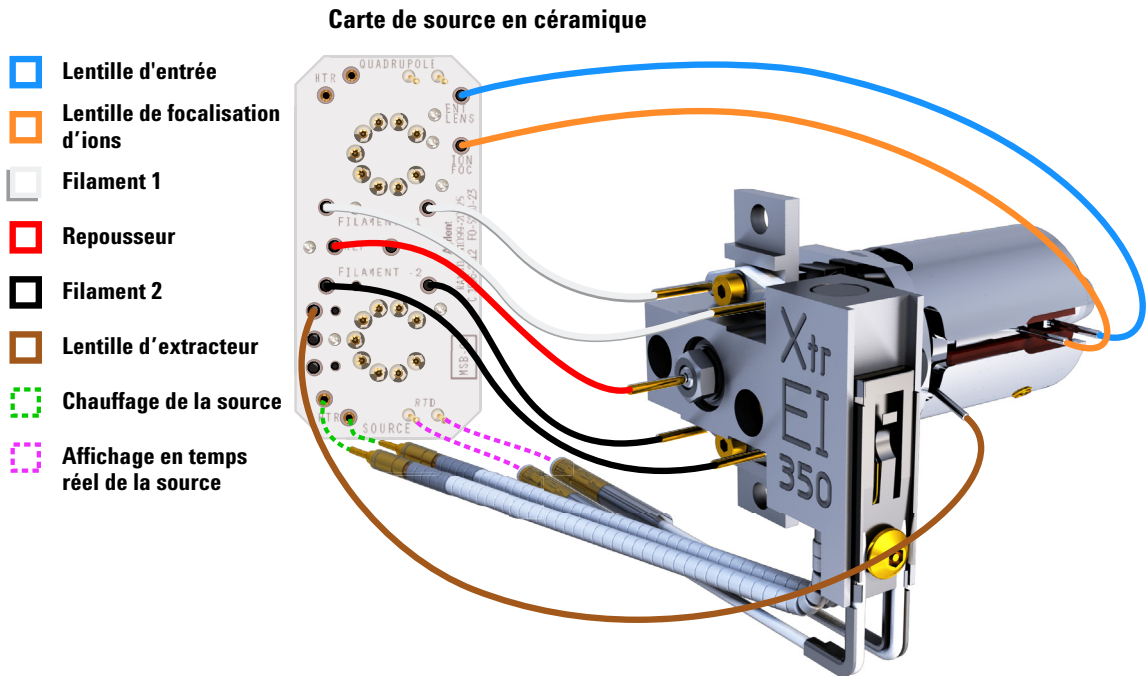

Figure 63. Câblage de la source EI XTR
- 1 Utiliser des brucelles ou des pinces à bec effilé pour brancher/débrancher les fils de la carte de source en céramique au niveau des connecteurs de la source. (Voir **Figure 63**.)